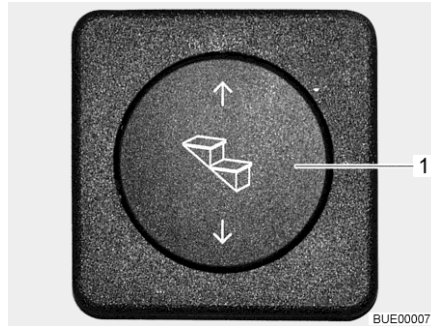

Bild 2 Bedienschalter Eintrittstufe
- Ausfahren:** ■ Wippschalter (Bild 2,1) unten drücken, bis die Eintrittstufe vollständig ausgefahren ist.
- Einfahren:** ■ Wippschalter (Bild 2,1) oben drücken, bis die Eintrittstufe vollständig eingefahren ist.